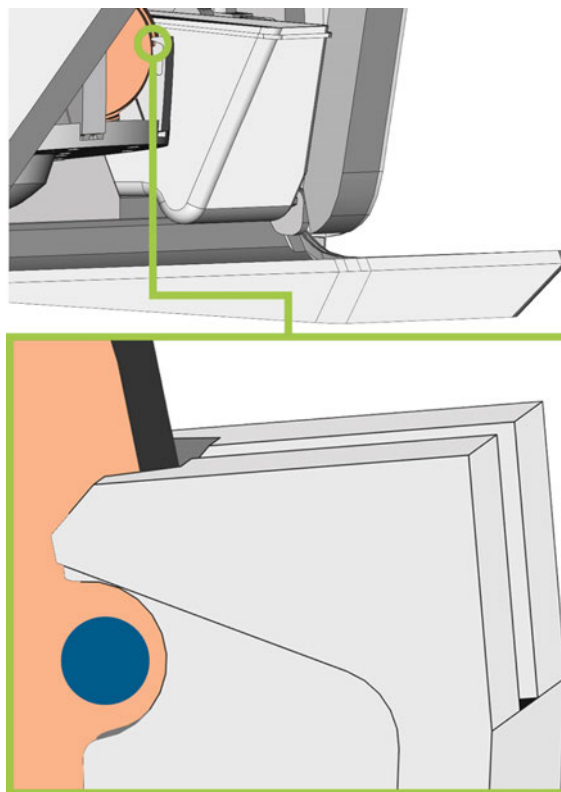

FIG. 53 – LA MARCATURA PER IL RIMONTAGGIO (CERCHIO BLU) SI TROVA NELL'APERTURA DELLA LEVA DI SERRAGGIO
10. Dischi: se il disco è stato contrassegnato per il rimontaggio, girarlo leggermente finché il segno non si trova nell'apertura corrispondente della leva di serraggio (☞ Fig. 53 – nel seguito).